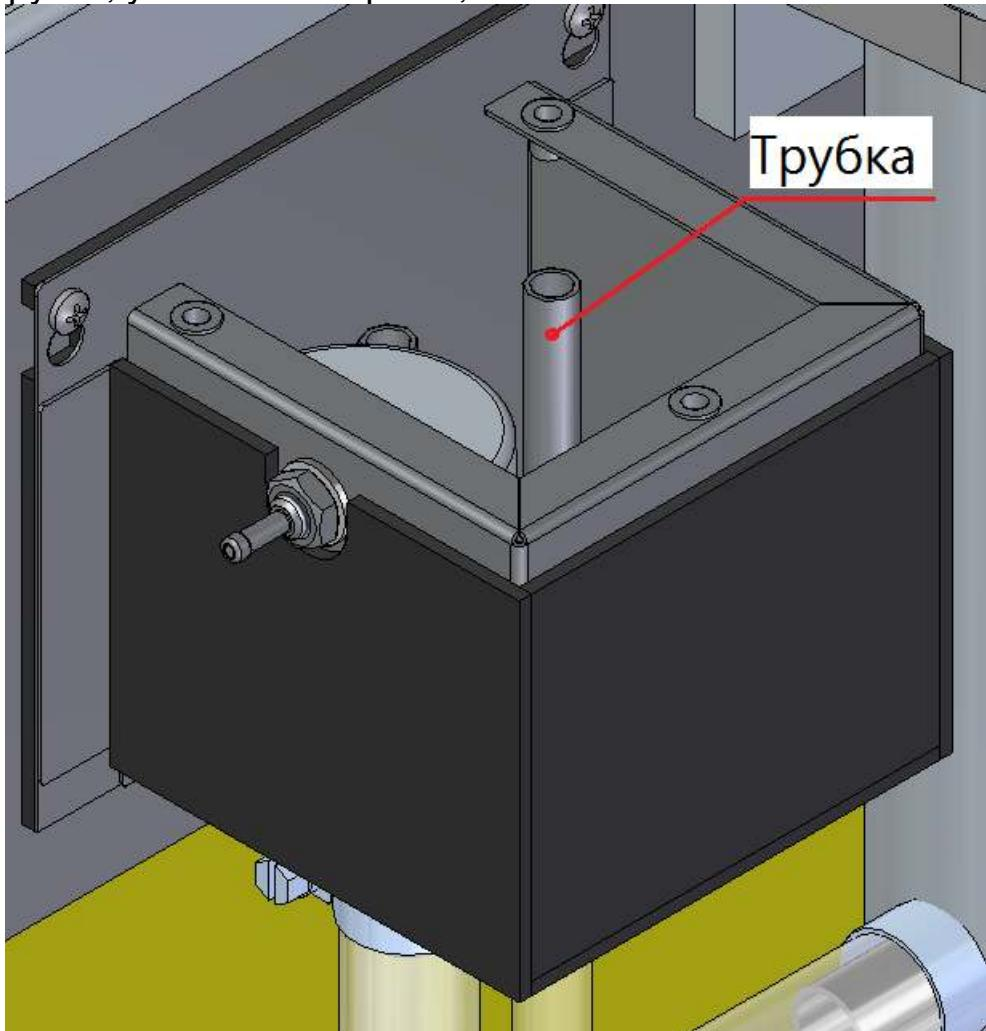

Рис. 5 Расположение трубы
- заполнить ванну 25% раствором пищевого уксуса 9% в воде до верхнего края трубы, указанной на рис.5;
- заполнить ванну санифицирующим раствором до верхнего края трубы, указанной на рис.5;